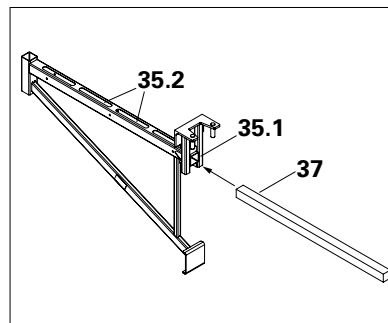

Fig. A7.03
1. Montare l'inserto in legno (37) (misura 3,8 x 3,8 cm) nel tubo della mensola (35.1). (Fig. A7.03)
- Lunghezza inserto in legno (37) = 88 cm.
- L'inserto in legno (37) non è compreso nella mensola HSA 80 (35).
3. Inserire il montante parapetto HSGP-2 (36) nel tubo di supporto (35.3) sulla mensola HSA 80 (35).